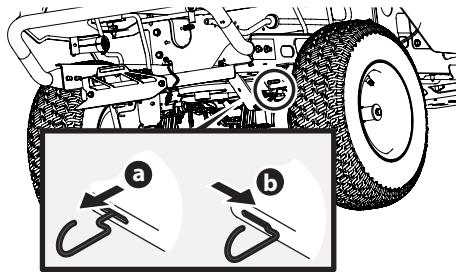
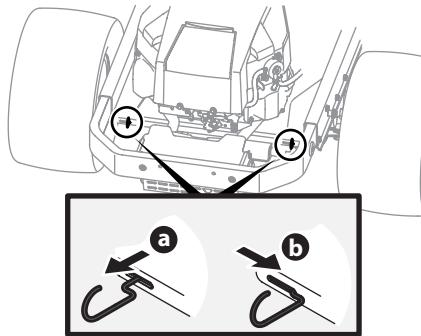

Figura 2-1
Figura 2-2
1. Enganche las varillas de derivación de la transmisión, una a cada lado del tractor, para mover el tractor manualmente sin ponerlo en marcha. Las varillas de derivación de la transmisión están ubicadas en la parte trasera del tractor, justo en el interior de las ruedas traseras. Enganche las varillas de derivación tirando de cada una hacia afuera (a) y hacia la derecha (b) para tratarlas en su lugar. Consulte la Figura 2-1 para obtener información sobre los tractores con plataforma de 34 in; consulte la Figura 2-2 para obtener información sobre los demás tractores.
Consulte la Figura 2-1 para obtener información sobre los tractores con plataforma de 34 in; consulte la Figura 2-2 para obtener información sobre todos los demás tractores.